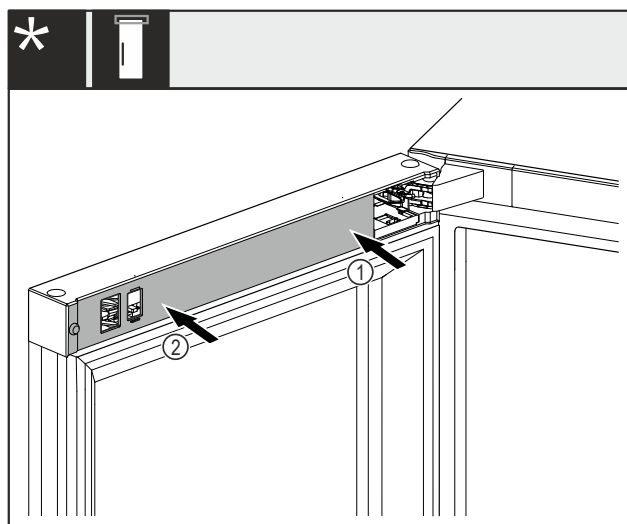

Fig. 47 *
- Először helyezze fel a fedelet Fig. 47 (1) a csapágybak felőli oldalán, és pattintsa be.*
- Helyezze fel a fedelet Fig. 47 (2) a külső oldalán, és pattintsa be.*